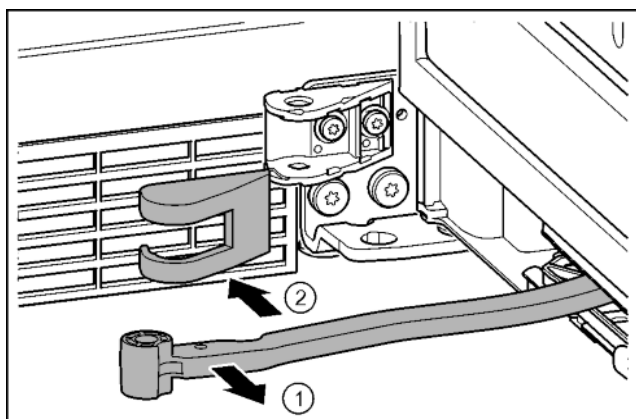

Fig. 19
- ▶ Поверніть шарнір у напрямку дверцят. Fig. 19 (1)
- ▶ Зніміть кришку опорного кронштейна. Fig. 19 (2)